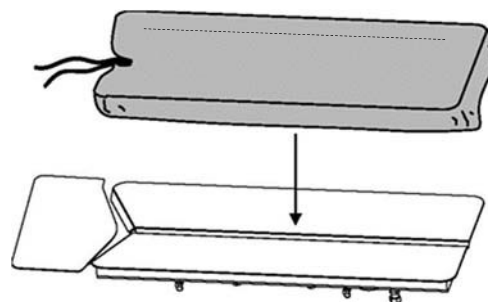

図 3
- ③ 下コテマットで下コテの縁を覆うようにカバーを被せ、ひもを強く引っ張り緩まないように結んでください。(図3)